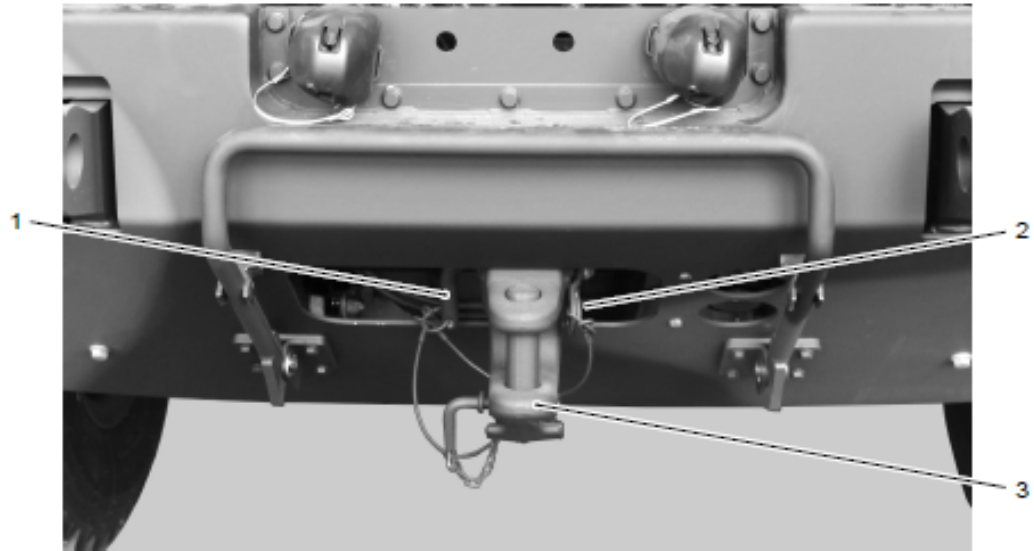

Abb. 2-225 Abschleppkupplung
- (1) Abschleppkupplung (Abb. 2-225/3) aus Staukasten entnehmen.
- (2) Abschleppkupplung (Abb. 2-225/3) einsetzen.
- (3) Verriegelungsbolzen (Abb. 2-225/1) einsetzen.
- (4) Verriegelungsbolzen mit Federstecker (Abb. 2-225/2) sichern.
- (1) Federstecker (Abb. 2-225/2) herausziehen.
- (2) Abschleppkupplung (Abb. 2-225/3) halten und Verriegelungsbolzen (Abb. 2-225/1) herausziehen.
- (3) Abschleppkupplung (Abb. 2-225/3) herausziehen.
- (4) Abschleppkupplung (Abb. 2-225/3) verstauen.